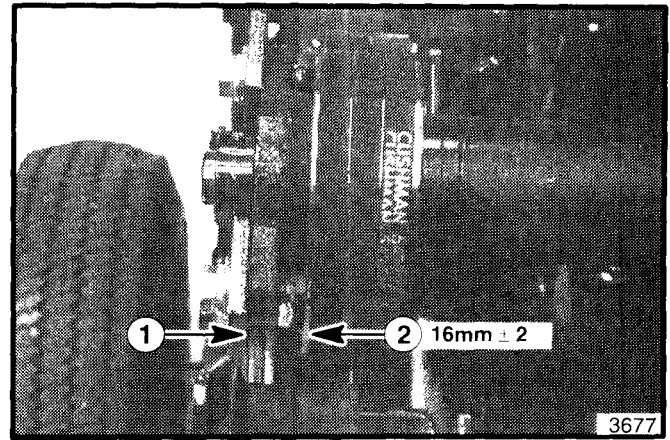

Abbildung 18. Ausrichten der Spindelriemenscheibe
13. Ausrichtung der Spindelriemenscheibe prüfen (siehe Abbildung 18). Wenn eine Einstellung notwendig ist, die Stellschraube in der Scheibe lösen und die Scheibe auf der Welle nach innen oder außen verschieben.